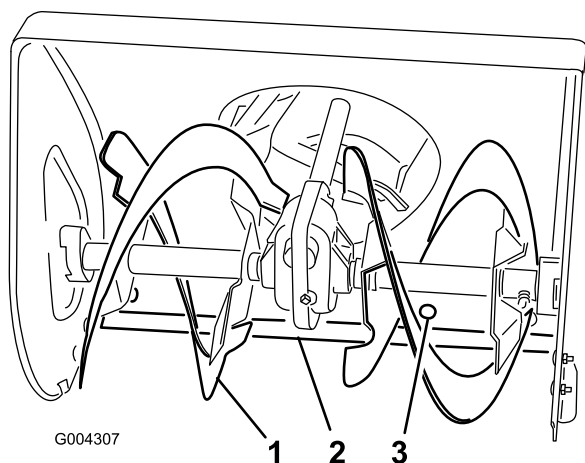

Рисунок 22
1. Боковины шнека (2)
2. Гайки с буртиком (4)
3. Полозья (2)
4. Поддерживайте отвалы шнека так, чтобы они находились на расстоянии 3 мм от земли (Рисунок 22).
6. Для регулировки скребка ослабьте затяжку 5-ти монтажных винтов (Рисунок 22), задайте уровень скребка и затяните монтажные винты.